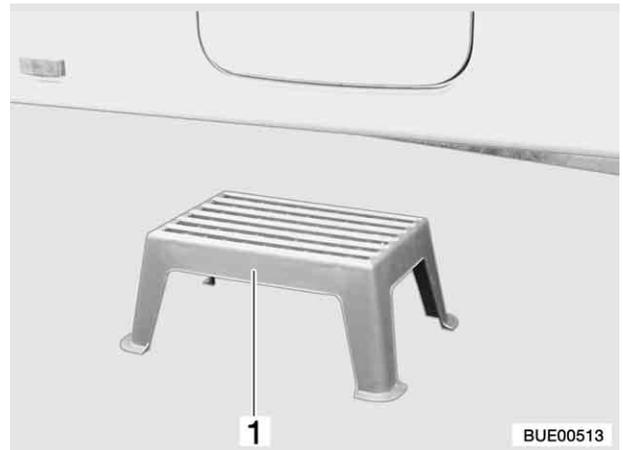

Bild 16 Eintrittstufe
- Die Eintrittstufe (Bild 16,1) vor den Eingang des Fahrzeugs stellen.